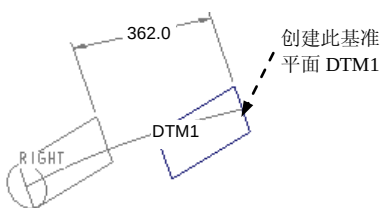

图 4.3.42 平面
Step4. 创建图 4.3.42 所示的基准平面 DTM1。单击模型功能选项卡基准区域中的“平面”按钮，在模型树中选取 RIGHT 基准平面为偏距参考面，在对话框中输入偏移距离值 362.0，单击对话框中的确定按钮。